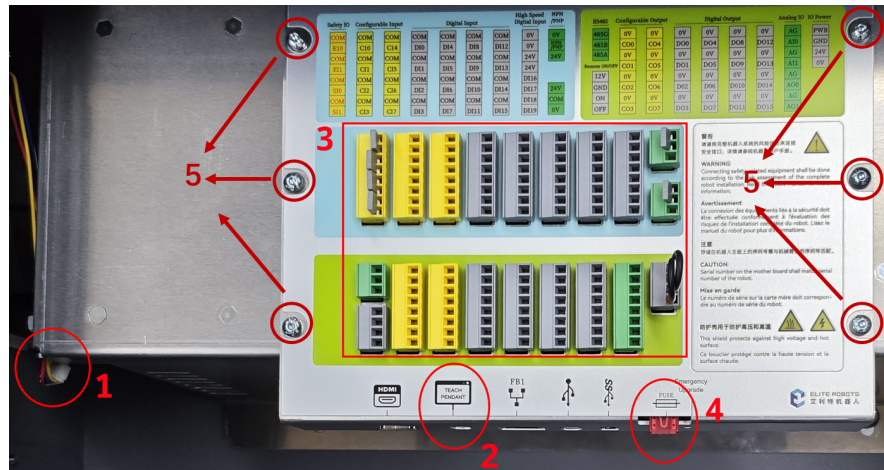

图 3-25: 拆除或断开位置
2. 拆除或断开如下部位，如图 3-25所示；
11. 接上风扇的连接线，插上示教器线缆，插上保险丝和 I/O 插头，如图 3-25所示；